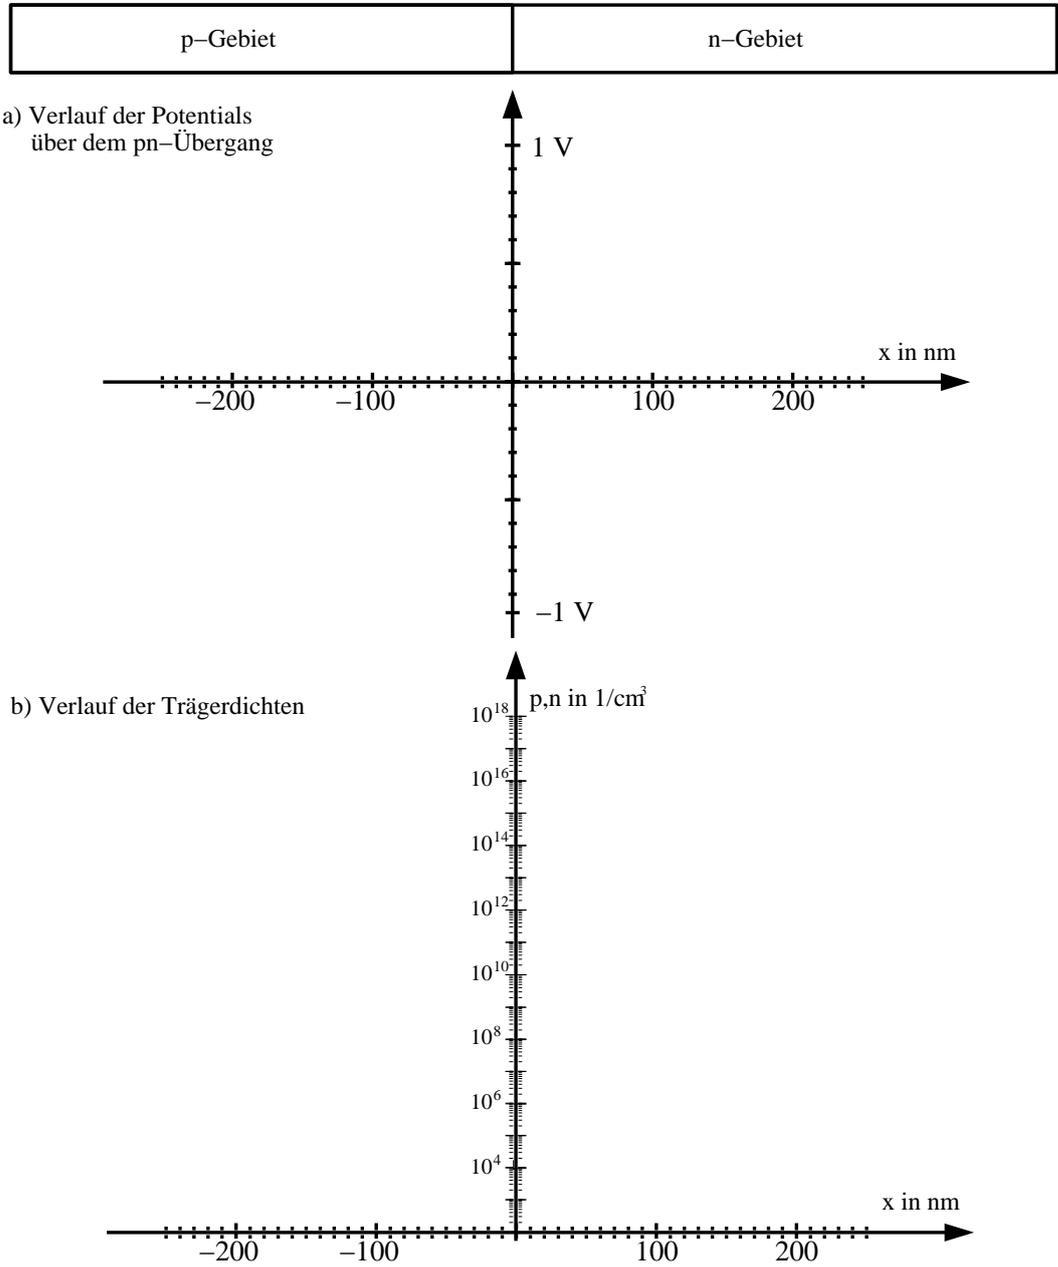

Abb. 2.3: pn-Übergang einer Diode
- Skizzieren Sie in Abbildung 2.3 a) den Verlauf des Potentials über den pn-Übergang im thermodynamischen Gleichgewicht und bei einer Flussspannung von $U_F = 0,2 \text{ V}$! Tragen Sie Diffusionsspannung und die Flussspannung ein!
- Bestimmen Sie Ladungsträgerdichten n_{n0}, n_{p0}, p_{n0} und p_{p0} und zeichnen Sie den Verlauf der Trägerdichten in Abbildung 2.3 b) ein!